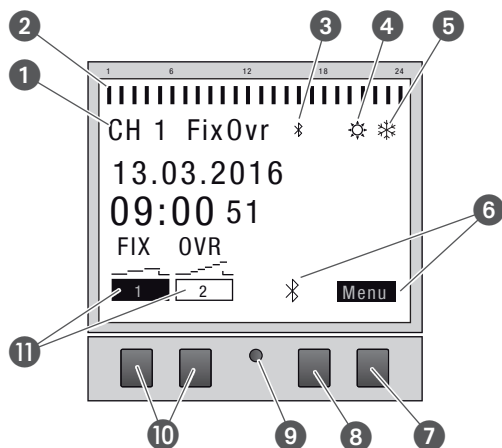

Fig. 2: Struttura del display
- ② Orari di commutazione programmati
- ③ Bluetooth
- ④ Ora legale
- ⑤ Ora solare
- ⑥ Indicatori di funzionamento dei tasti a destra
- ⑦ Tasto menu
- ⑧ Tasto Bluetooth
- ⑨ Tasto Reset
- ⑩ Tasti a sinistra
- ⑪ Indicatori di funzionamento dei tasti a sinistra
### Indicatori di funzionamento dei due tasti a destra (Fig. 2/⑦ + ⑧)
### Indicatori di funzionamento dei due tasti a sinistra (Fig. 2/10)
La struttura del menu appare sul display dopo aver premuto il tasto menu (Fig. 2/7).